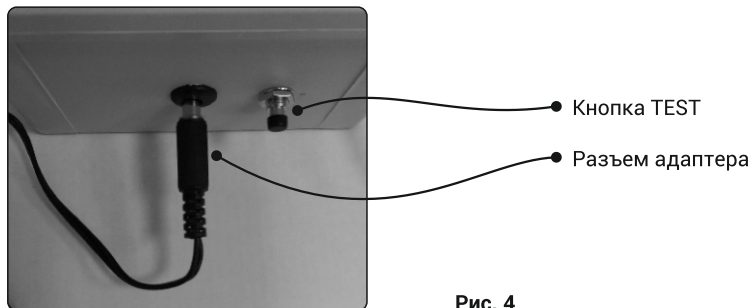

Рис. 4
**ВНИМАНИЕ! ВО ВРЕМЯ РАБОТ ПО ЗАМЕНЕ АККУМУЛЯТОРА НАСОС-ДОЗАТОР НЕ ДОЛЖЕН РАБОТАТЬ, (ЗАПРЕЩЕНО НАЖИМАТЬ КНОПКУ test рис. 4).**
Нажмите кнопку «test», расположенную внизу насоса-дозатора (рис. 4) чтобы заполнить трубки жидкостью с бактериями (заполнение произвести до врезки ПВХ трубки в канализационную трубу) и протестировать насос.